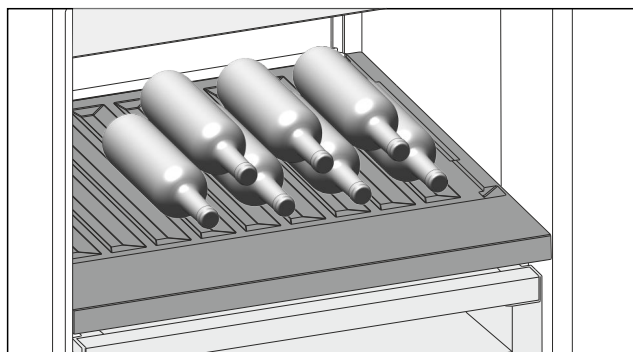

Fig. 122
- ▶ Láhve ukládejte dnem dozadu k zadní stěně. (viz Fig. 122)